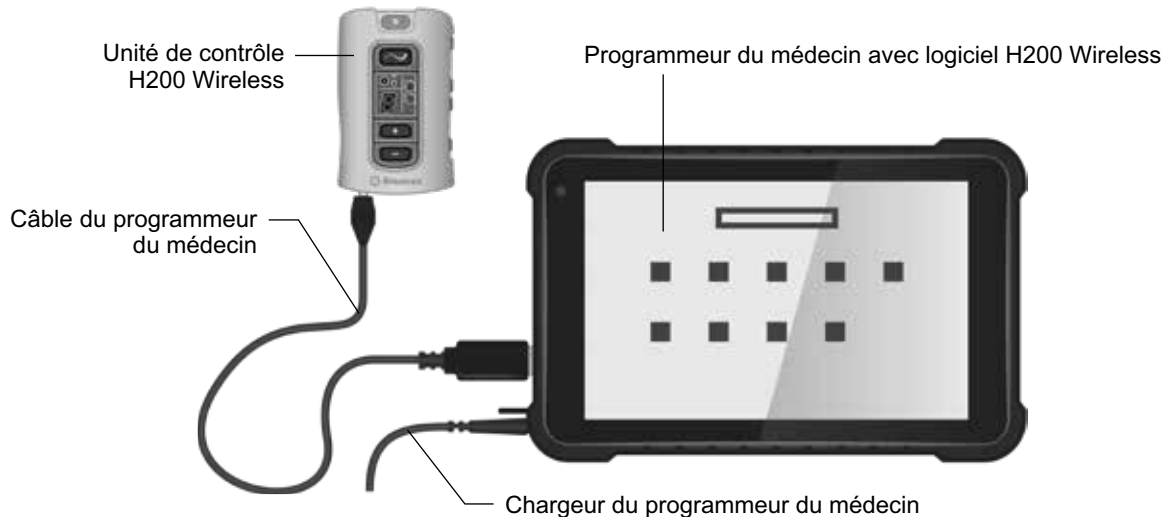

Figure 7-1 : Configuration de charge du programmeur du médecin
1. Connectez le chargeur pour programmeur du médecin au programmeur du médecin. Reportez-vous à la Figure 7-1.